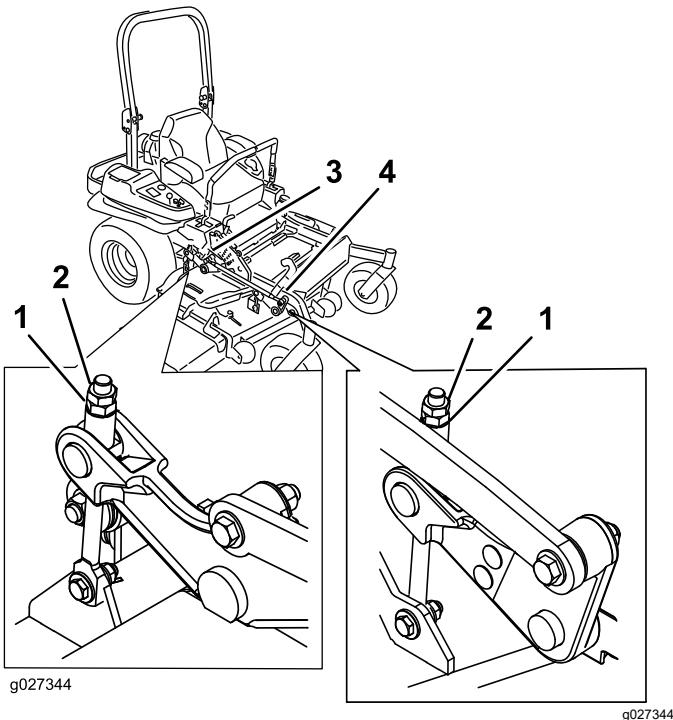

Figure 102
- Ajustez précisément le serrage de l'écrou de réglage sur l'ensemble de levage du tablier avant (Figure 102).
16. Ajustez précisément la vis de réglage en la tournant jusqu'à obtention d'une hauteur de 8,3 mm (3 1/4 po) (Figure 102).